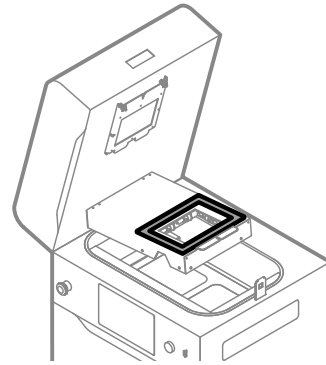

Abb. 12.49 Lage der Reflektordichtung.
- Die Reflektordichtung befindet sich im Heizmodul (Abb. 12.49). Überprüfe ihren Zustand auf Beschädigungen, Verformungen oder Risse. Ersetze sie bei Bedarf.